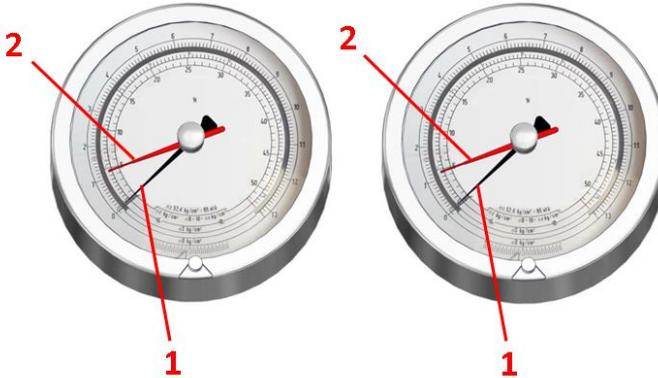

Abbildung 5.6.1
1. Stellen Sie den roten Druckanzeigestift (Pos. 2, Abbildung 5.6.1) am Druckmessgerät manuell auf Null.